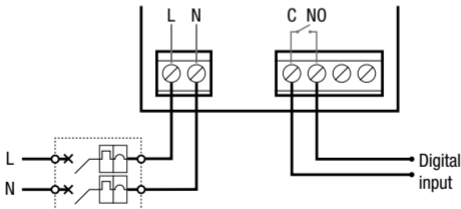

Abb. 1: Anschluss an Digitaleingang eines getrennt versorgten Elektronikgeräts
3. Stellen Sie die Anschlüsse je nach vorgesehener Anwendung lt. Plänen (Abb. 1 oder 2) und den Herstelleranweisungen des zu steuernden Geräts her.